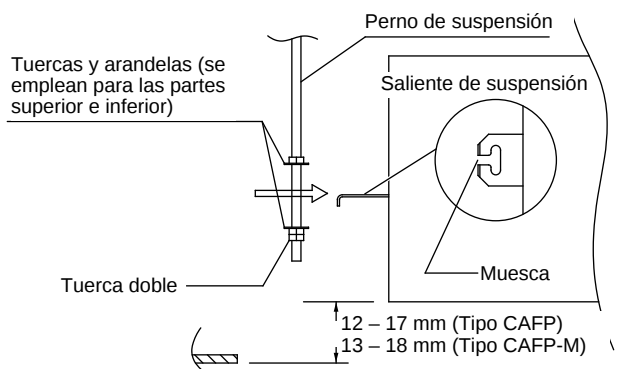

Fig. 3-5
- Enrosque las 3 tuercas hexagonales y las 2 arandelas (adquiridas en el sitio) en cada uno de los 4 pernos de suspensión (Fig. 3-5). Utilice 1 tuerca y 1 arandela para el lado superior, y 2 tuercas y 1 arandela para el lado inferior, de modo que la unidad no se caiga de las orejetas de suspensión.